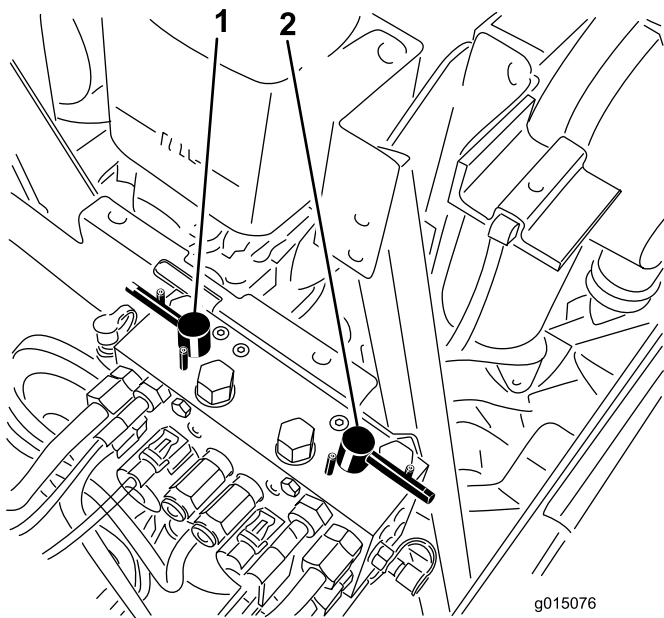

図 81
4. バックラップスイッチで前のカッティングユニット又は後ろのカッティングユニット、あるいは両方を選択する（図 81）。